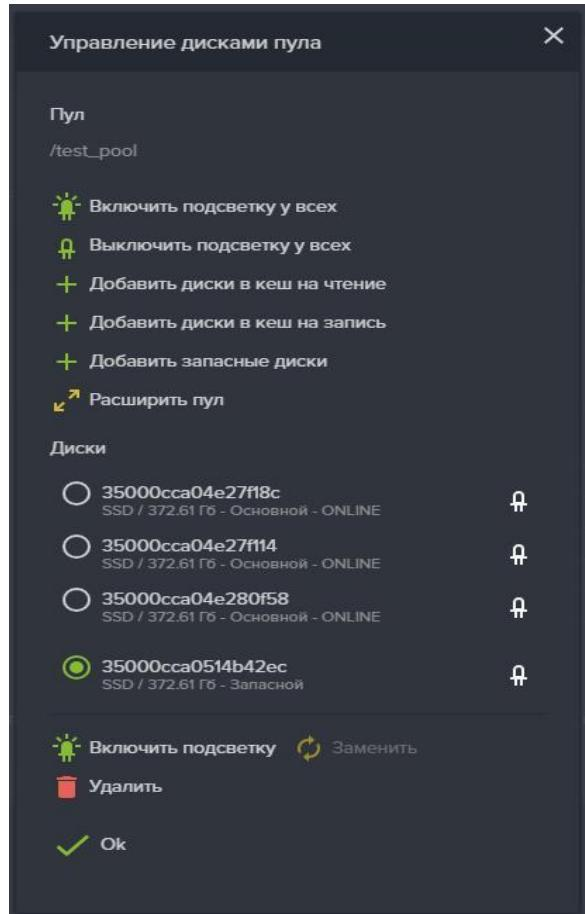

Рисунок 33. Удаление из пула запасного диска
- В списке выберите запасной диск, для его удаления (см. Рисунок 33);